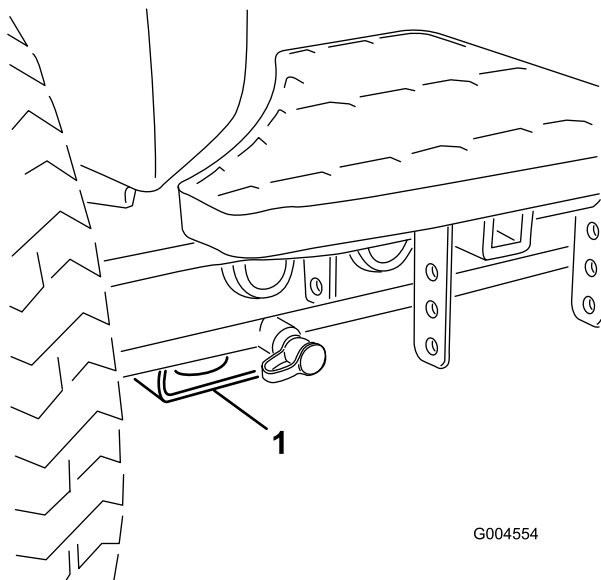

Figure 33
- Avant – patin rectangulaire sous le tube d'essieu, à l'intérieur de chaque roue avant (Figure 33).